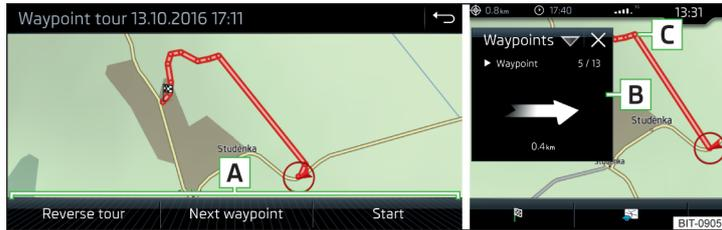

Abb. 251 Anzeige einer Wegpunkt-tour / Abfahren einer Wegpunkt-tour
- ▶ Eines der folgenden Menüs auswählen **A** » Abb. 251.
Während des Abfahrens einer Wegpunkt-tour erfolgt im Zusatzfenster **Wegpunkte** die Anzeige der Richtung sowie des Abstands zum nächsten Wegpunkt, der fortlaufenden Nummer des nächsten Wegpunktes sowie der Gesamtzahl der Wegpunkte **B** » Abb. 251.
Die Wegpunkt-tour von der Fahrzeugposition zum nächsten Wegpunkt „nimmt“ während der Fahrt sukzessive „ab“ **C** » Abb. 251.
- > Anzeige der Wegpunkt-tour » Abb. 251 auf Seite 210